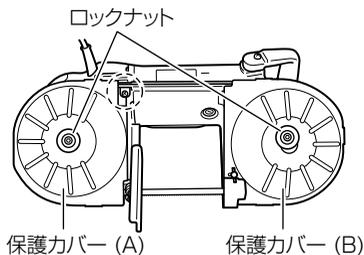

図 29
(図 29)
- (6) 帯のこの刃先部が、のこ車 (A) とのこ車 (B) の外周に乗り上がっていないことを確認し、保護カバー (B)、保護カバー (A) の順番で取付け、ロックナットを締付けます。(前ページの図 29)
**注** •保護カバー (A) 取付け時、保護カバー (B) のステー部先端が下側になるよう取付けてください。(前ページの図 29 点線丸部参照)
- (7) スイッチを入れ、帯のこが異常なく回転すること、保護カバーに接触していないことを確認してください。